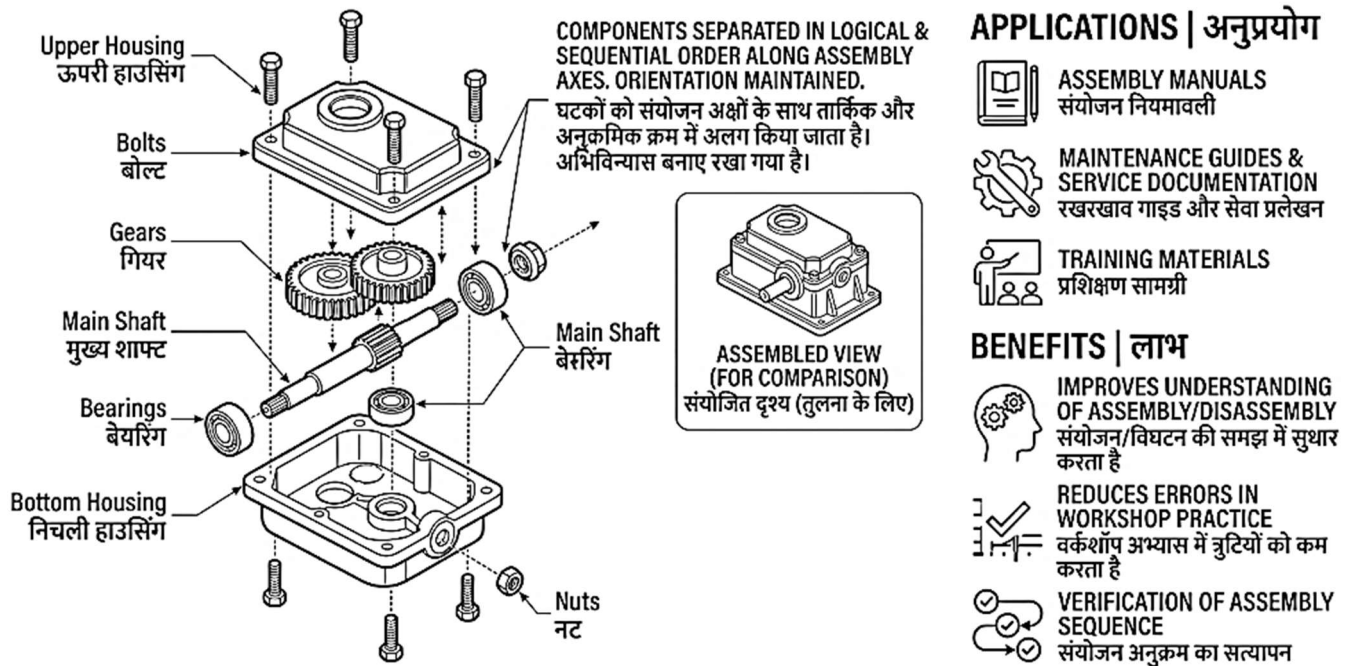

Fig. 3.7: Exploded View - Concept and Applications | विस्फोटित दृश्य - अवधारणा और अनुप्रयोग
3.7.1 Introduction (Fig. 3.7)
3.7.1 परिचय (Fig. 3.7)